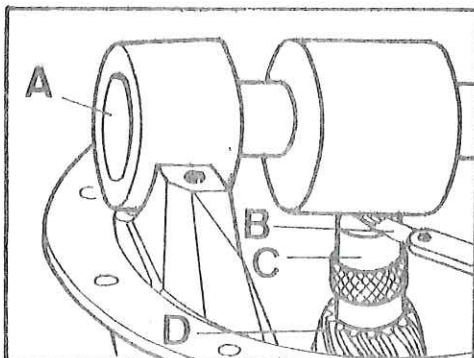

Fig. E -44 Para verificar la altura del piñón
- 5.01. Situar el calibre fijo, A (Fig. E -44), en posición sobre el cárter -- porta-diferencial.
- 5.02. Situar el calibre deslizante, C (Fig. E -44), sobre la cabeza del piñón de ataque y mantenerlo firme en posición.
- 5.03. Usando un juego de galgas, B (Fig. E -44), medir la holgura existente -- entre el calibre deslizante y el calibre fijo, tomando nota exacta de -- dicha holgura.